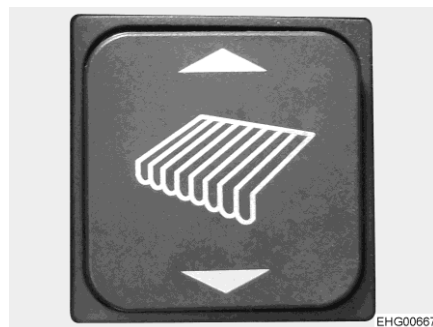

Fig. 48 Interruttore a bilico tenda (zona di ingresso)
- Premere il triangolo in basso sull'interruttore a bilico (Fig. 48), fino a che la tenda raggiunge la posizione desiderata.
- Far rientrare la tenda fino a circa 1 m. A tale scopo, premere il triangolo in alto sull'interruttore a bilico (Fig. 48).